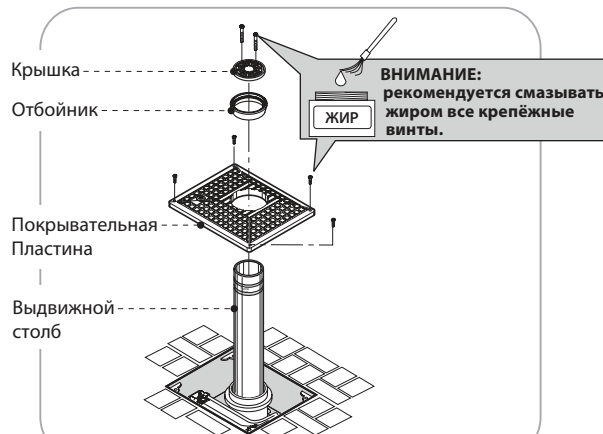

Рис. 13
- Зафиксируйте **Защитную плитку** четырьмя винтами (Рис. 13).